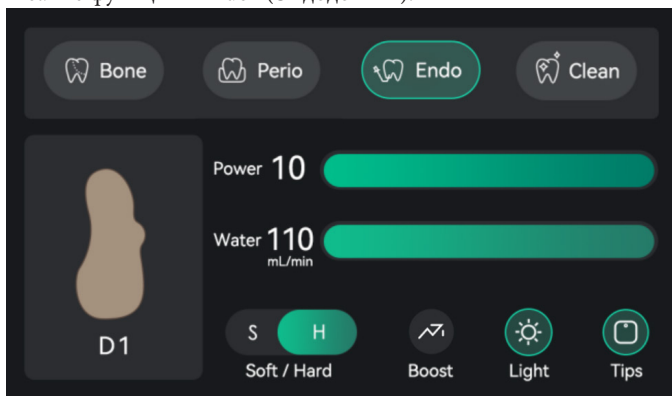

Рис.10
Как показано на Рис. 10, когда в зеленой рамке выбрано название режима «Endo», устройство переходит в эндодонтический режим. В этом режиме функциональные кнопки такие же, как и в режиме резки кости.
7.2.3 Функция ENDO (Рис. 10)